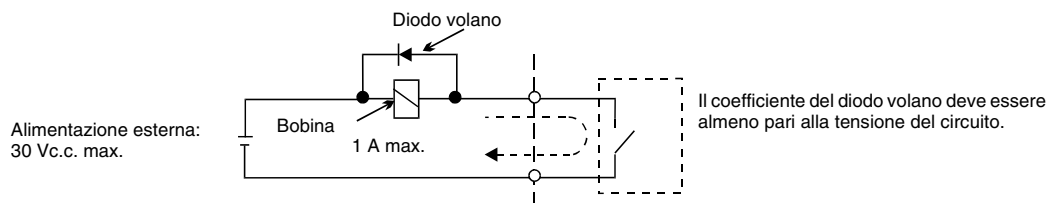

Figura 6 Collegamento del diodo volano
- *3. Quando si aziona un carico reattivo, ad esempio la bobina di un relé con alimentazione c.c., inserire sempre un diodo volano come indicato nella Figura 6